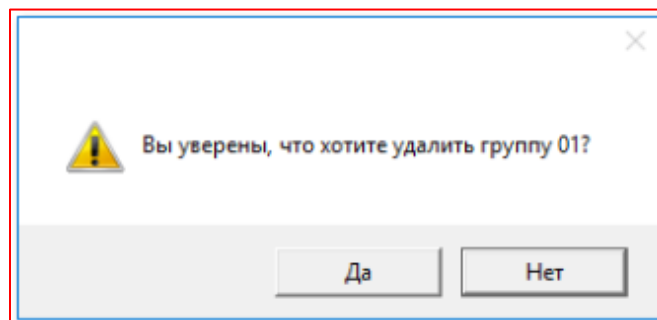

Рисунок 3.27 – Запрос о подтверждении удаления группы
- 3) Нажать кнопку «Удалить группу» . Откроется окно (рисунок 3.27) с запросом о подтверждении удаления.